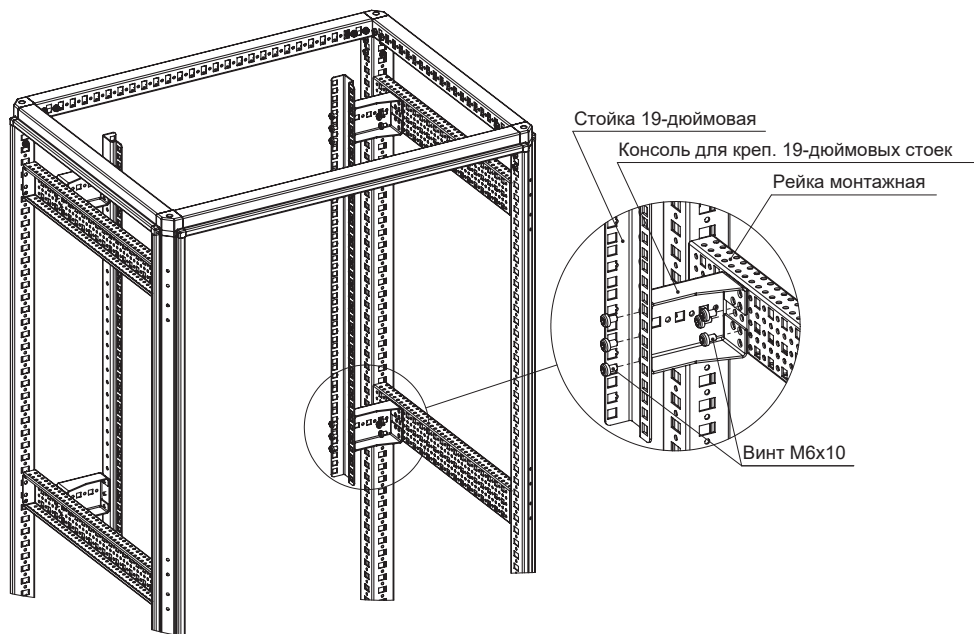

Рисунок 69
4.40.2.3 Закрепить консоли для креп. 19-дюймовых стоек на монтажные рейки типа А или типа В резьбовыми винтами М6х10. Момент затяжки – 7 Н·м (рисунок 69).